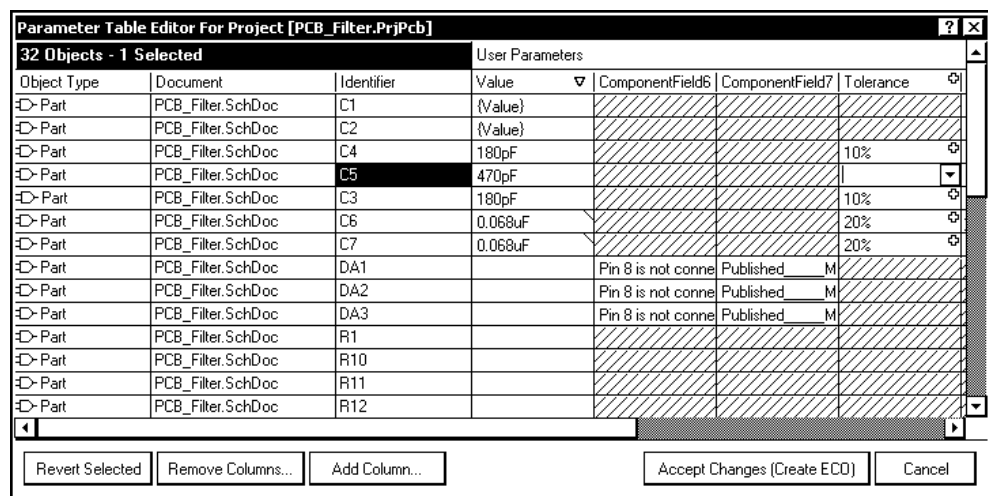

Рис. 4.15. Диалог назначения новых параметров
4. Кнопкой **ОК** закрыть окно. Откроется окно (рис. 4.15) с таблицей, в колонках которой указаны типы выбранных объектов (**Part** — схемный компонент), их позиционные обозначения по схеме, имя схемного документа и ранее назначенные параметры (атрибуты).
9. Щелчком правой кнопки вызвать контекстное меню и указать в нем команду **Edit** — редактировать. Ячейка станет доступной для редактирования: цвет селекции снимется; справа появится кнопка вызова выпадающего списка значений параметра. Ввести с клавиатуры или указать в выпадающем списке необходимое значение параметра (см. рис. 4.15). Подходящее значение параметра можно также скопировать (с помощью комбинаций клавиш <Ctrl>+<C> и <Ctrl>+<V>) в текущую активную ячейку из соседних, где оно уже присвоено.